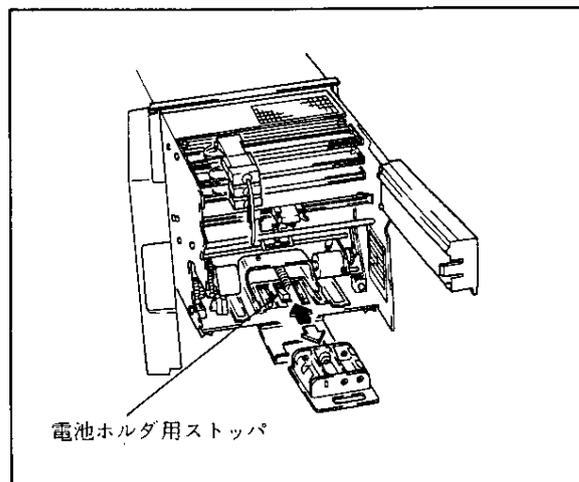

図 5.20
(7) ホルダを本体の所定の位置へ挿入します (図 5.20)。